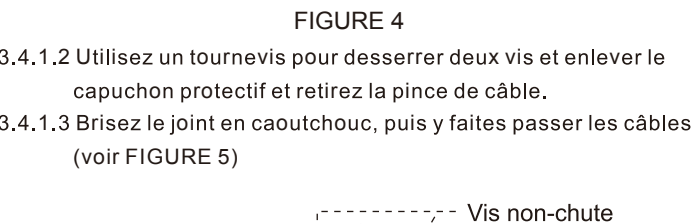

FIGURE 4
3.4.1.1 Lors de l'installation du détecteur, veuillez percer un trou de 65 mm de diamètre sur le panneau de plafond et garder le câble d'alimentation à l'ext. Veuillez retirer 6 à 8 mm de gaine de câble pour le câblage (voir FIGURE 4).